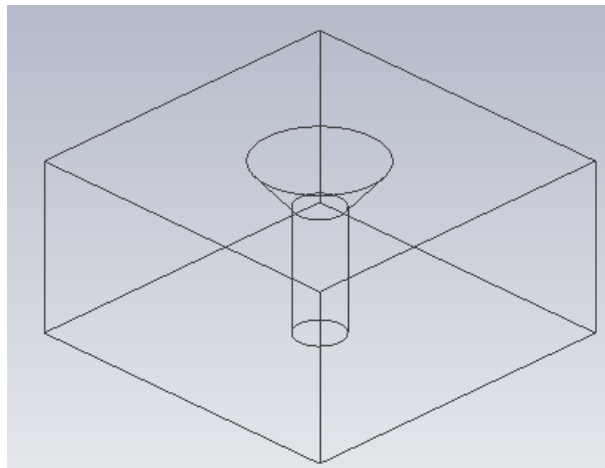

Figura 3.34 Se muestra vista previa del barreno con cabeza avellanada.
- Una vez hecho esto, autom ticamente se generar  un agujero previo en su solido, cambie los datos del avellanado si es necesario, tales como el  ngulo del avellanado, longitud de la cabeza y profundidad del barreno, figura 3.34.